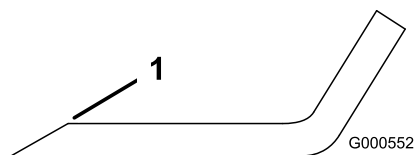

Figura 117
1. Utilice una lima para afilar el filo de corte en ambos extremos de la cuchilla (**Figura 117**).
Nota: Si la cuchilla no está equilibrada, rebaje algo el metal en la parte de la vela solamente con una lima (Figura 117).